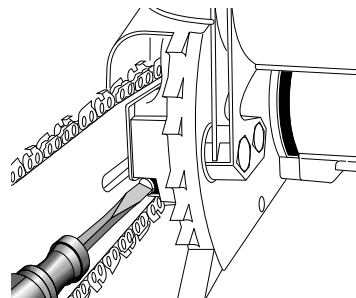
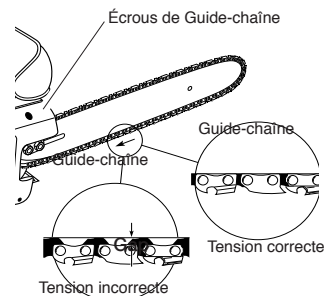

Figure 6 - Comment tourner la vis de réglage
Figure 7 - Réglage de la chaîne
2. Gire el tornillo de regulación en sentido horario hasta que no quede holgura en la cadena (voir la Figure 6). Remarque: No debería haber separación entre los eslabones laterales de la cadena y la parte inferior de la barra guía (voir la Figure 7).